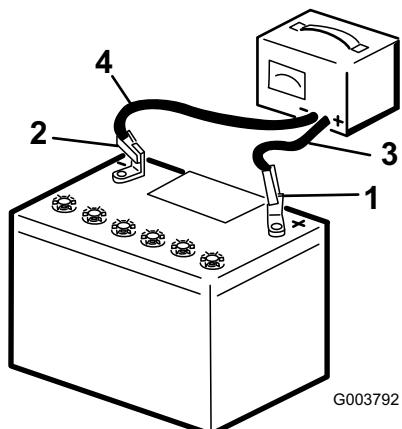

Figure 4
3. Connectez un chargeur à la batterie (Figure 4) et chargez la batterie au régime de à 6 à 10 ampères pendant une heure au minimum. Ne chargez pas la batterie excessivement.
4. Quand la batterie est chargée au maximum, débranchez le chargeur de la prise, puis débranchez les fils du chargeur des bornes de la batterie (Figure 4).